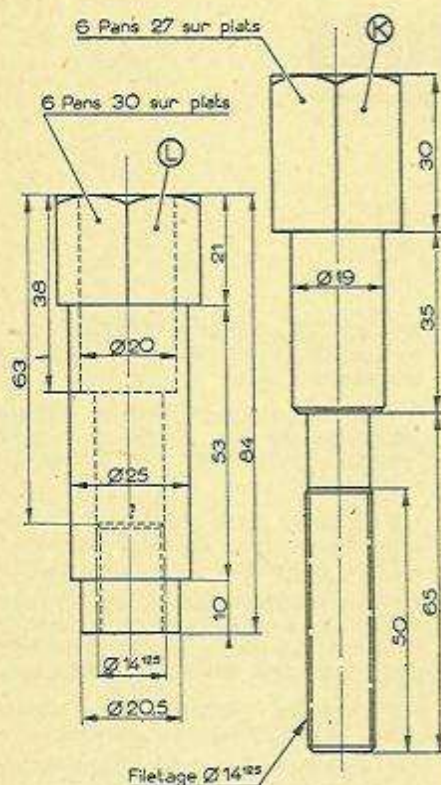

Fig. 93. — Outillage utilisé pour le vissage du remboitage
- * 2° Introduire le guide-foret (H) dans le trou de bougie et percer le siège de bougie à 16,5 mm sur une profondeur de 9,5 mm (avec butée sur la perceuse).
- * 4° Visser le remboitage au moyen de l'appareil spécial : (figure 93).